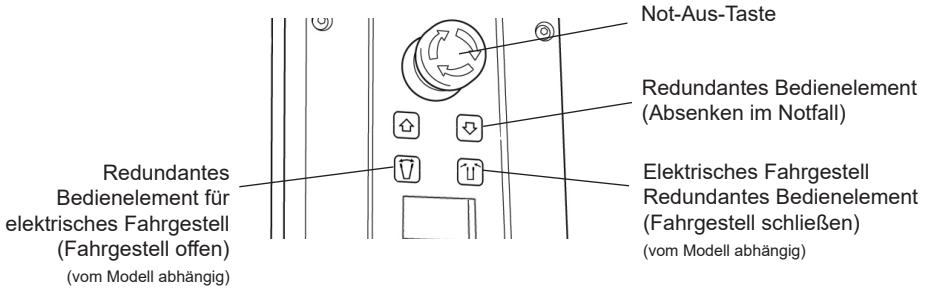

Fig. 8
6. Befestigen Sie die Batterie am Steuerkasten und achten Sie dabei darauf, dass sich der rote Not-Aus-Knopf an der Steuerung in der herausgezogenen (EIN) Stellung befindet, indem Sie ihn entgegen dem Uhrzeigersinn drehen (Fig. 8).